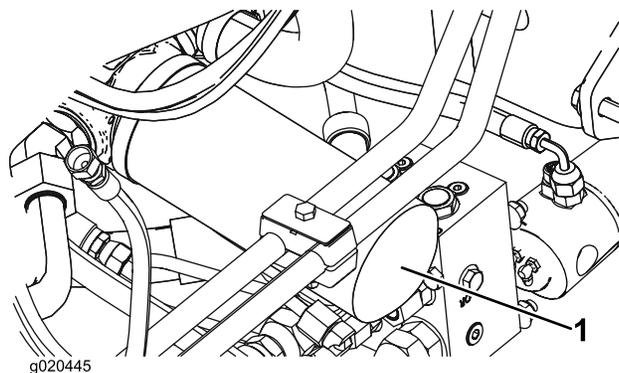

Figure 68
3. Placez un bac de vidange sous le filtre et enlevez le filtre (Figure 68).